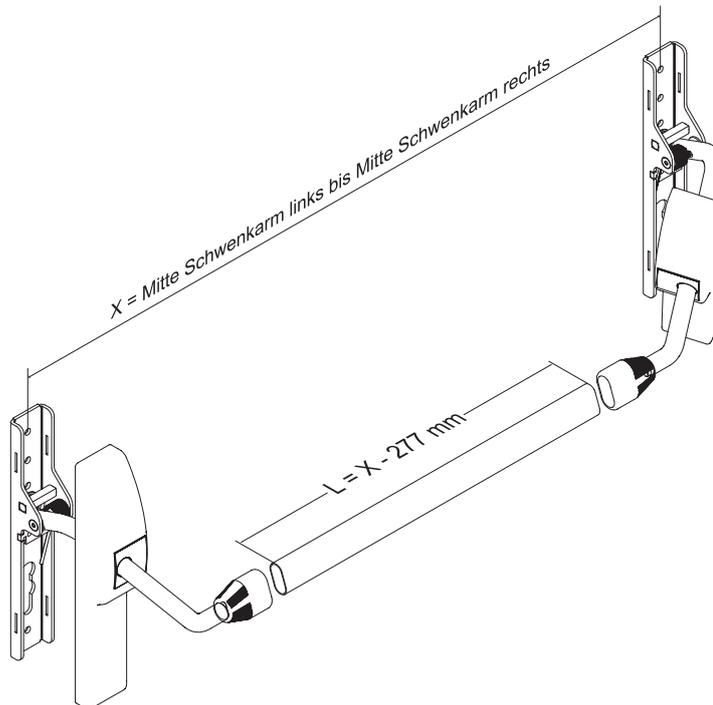

Abb. 7: Bestimmung der Länge der Griffstange
1. Sägen Sie die Griffstange auf das erforderliche Maß ab Abb. 7.